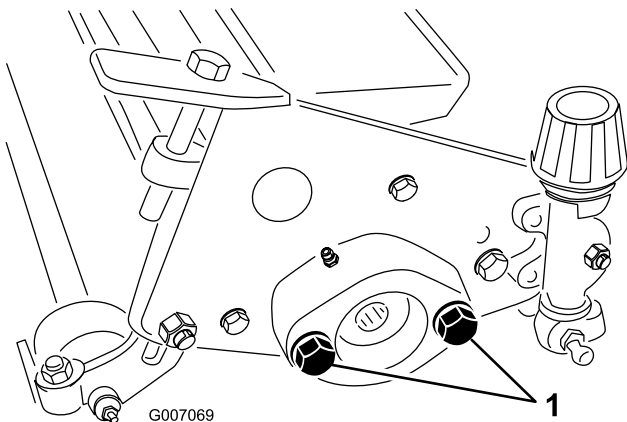

図 8
- B. リール駆動モータの取り付けネジの突き出し高さを調整する；それぞれのネジが、13 mm 程度ねじ山を残して突き出していけばよい (図 8)。